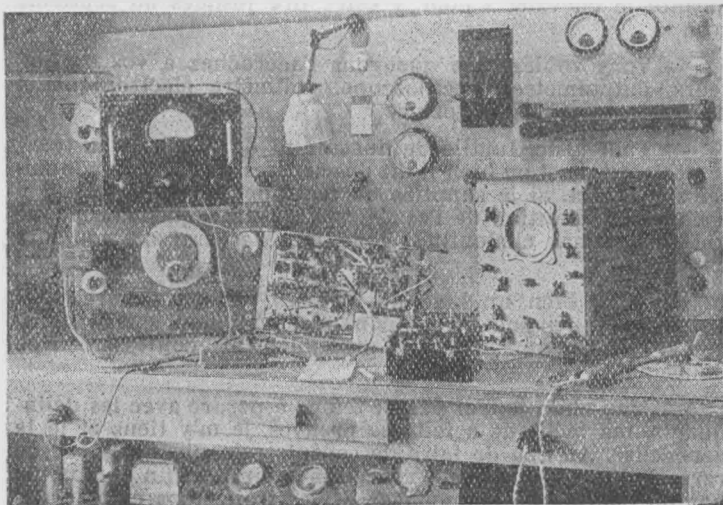
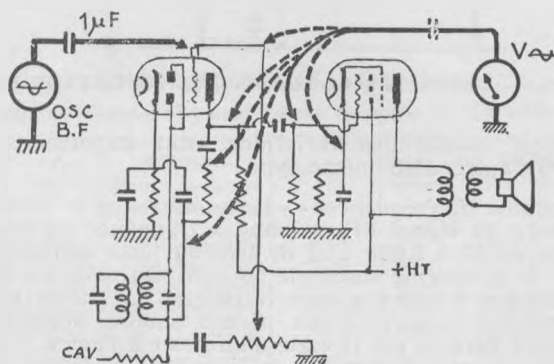

Fig. 1. — MONTAGE POUR L'ETUDE D'UN RECEPTEUR MALADE.
Fig. 6. — ESSAI D'UN ETAGE PREAMPLIFICATEUR.
Tandis qu'un oscilloscope « regarde » s'il y a saturation, déformation, oscillation parasite, couplage indésirable, vestiges de ronflement du secteur, polarisation défectueuse, naissance de courant-grille, fuites d'isolement, surcharge d'une lampe, désalignement, etc., un voltmètre électronique mesure entre autres tensions celles des grilles et de l'anti-fading (fig. 1).
*Distorsion harmonique.* — On la détecte à l'aide de l'oscilloscope, dont la borne masse est réunie en permanence à la masse du châssis étudié, ce qui permet de le faire intervenir à tout moment sans perte de temps (fig. 1). On découvre aisément, avec un peu d'habitude, les stigmates de toutes les distorsions dans les courbes qui s'incrivent sur le fond du tube : présence d'harmoniques pairs et impairs, courants-grille dû à la saturation de la lampe, restes de 50 c/s par filtrage insuffisant, polarisation défectueuse, etc. Bien entendu, le diagnostic est d'autant plus facile que le signal est plus pur.
1° Nous pouvons injecter un signal BF étalonné dans la grille de la préamplificatrice, et mesurer à l'aide d'un voltmètre électronique ou de l'oscillographe, la tension qui apparaît à la grille suivante. C'est la méthode la plus expéditive, car les instruments étant ainsi branchés au récepteur, on en profite pour promener le probe ou la pointe de touche sur d'autres points (écran, contre-réaction, plaque préampli avec 1 microfarad interposé, etc.), ce qui permet de voir si le condensateur de liaison ne fuit pas, si les tensions d'écran, de polarisation, de contre-réaction sont bonnes. Le montage est celui de la fig. 6, qui représente la basse fréquence d'un récepteur courant. Les coups de sonde du voltmètre électronique ou de l'oscillographe sont indiqués par des flèches, et se passent de commentaires. Comme on le voit, le coup de filet est rapidement donné. C'est l'opération qui était en cours au moment de la photo figure 1, l'oscilloscope servant à voir l'allure du son, le voltmètre à lampe (juché sur le générateur) à mesurer les tensions sans les perturber.